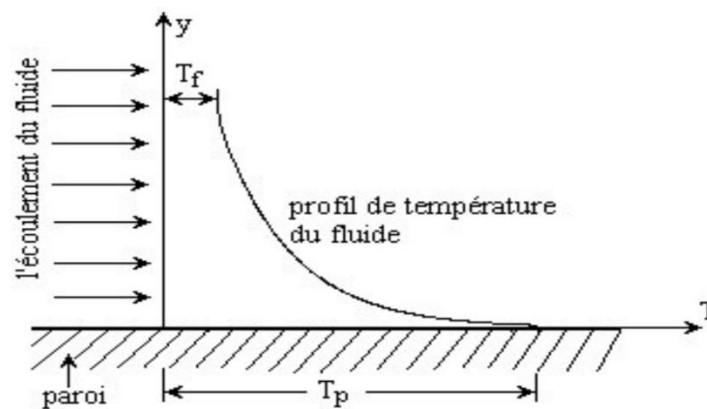

Figure I.2. Transfert thermique par convection entre la paroi chaude et le fluide froid.
En considérant l'écoulement présenté dans (figure I.2), cette loi peut être expliquée comme suit : un fluide possédant une vitesse et une température T_f , passe sur la surface d'un milieu solide de forme arbitraire et de surface S . la surface du milieu est à une température T_p et les deux températures T_p et T_f sont différentes. Cette différence provoque le transfert de chaleur entre le solide et le fluide. Où les paramètres de cette expression représentent respectivement : Φ : le flux de chaleur échangé, exprimé en Watt (W) ; S : la surface d'échange thermique (m^2) ; T_p sa température, T_f celle du fluide exprimé en (K), et h : le coefficient d'échange convectif ($\text{W}/\text{m}^2 \cdot ^\circ\text{C}$).